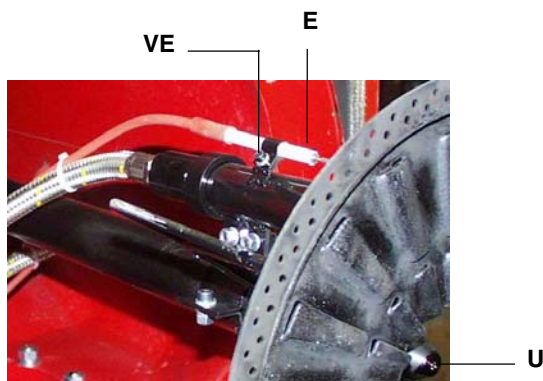

Рис. 24
- 2) отсоединить кабель (CE) электрода (E);
- 4) ослабить винт (В) опоры сопла, который крепит запальный электрод (E) на запальнике горелки (P);
- 5) вынуть электрод и заменить его, выдерживая размеры, указанные на Рис. 24.